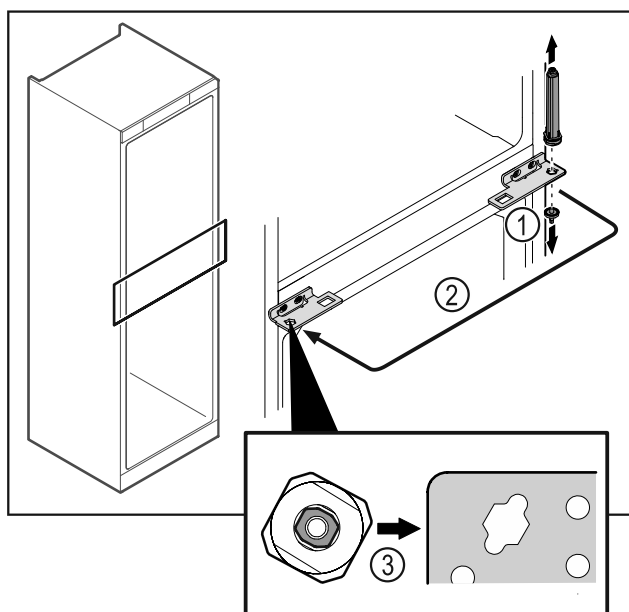

Fig. 39
- Desatornillar el perno de cierre Fig. 39 (1).
- Cambiar de posición el sistema de cierre de la puerta Fig. 39 (2).
- Al insertarlo, asegúrese de que el sistema de cierre de la puerta Fig. 39 (3) esté correctamente alineado.